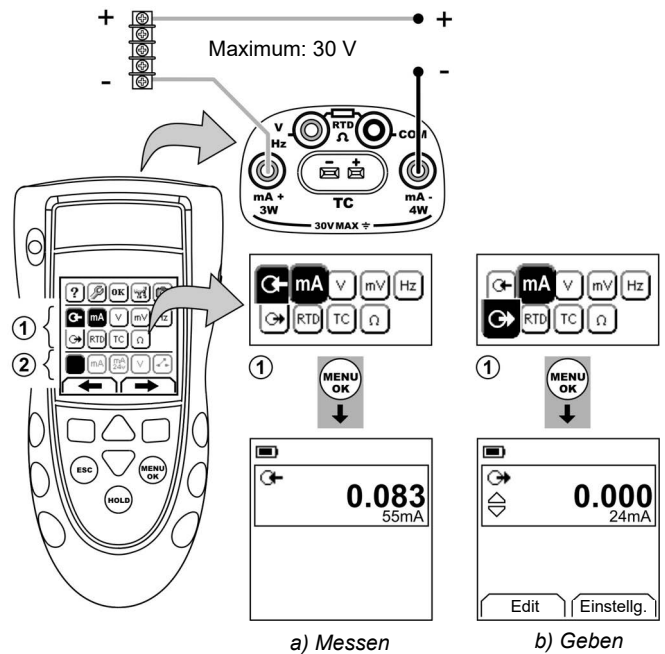

Abbildung 1: Beispielkonfiguration: Strom messen / geben mit externer 2-Leiter-Speisespannung (Bereich ①)
1. Schließen Sie das Gerät an (Abbildung 1, 2 oder 3) und ändern Sie ggf. die Option *Konfig*. (Tabelle 1).